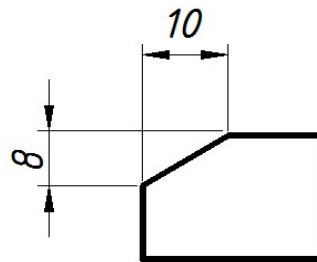
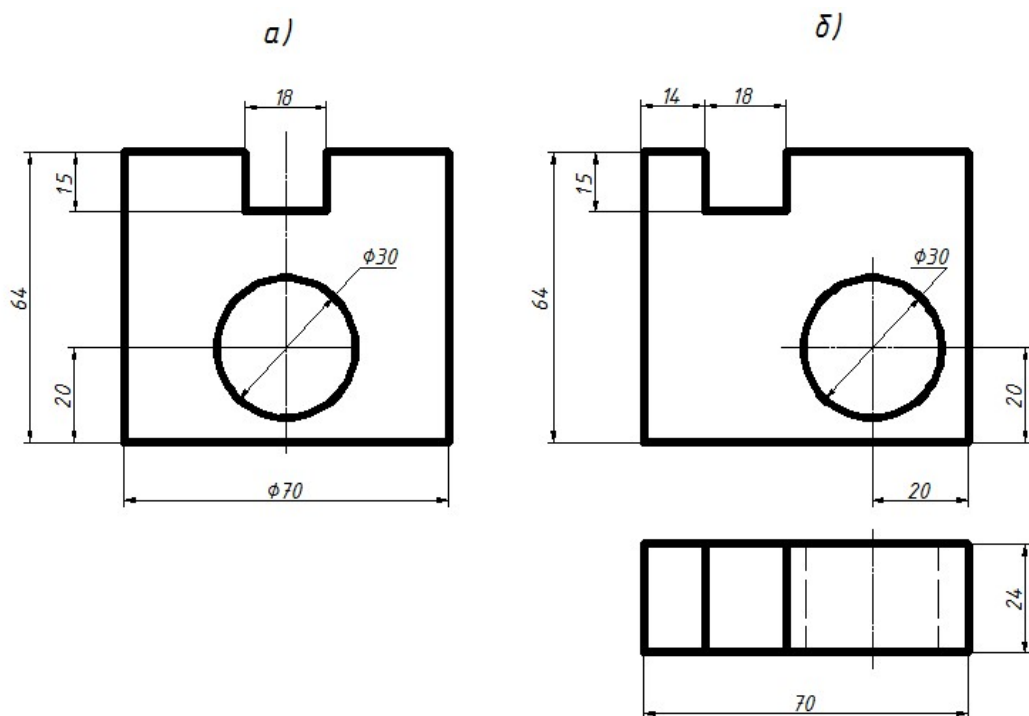

Рисунок 3. Особенности расположения размерных стрелок
Рисунок 4. Примеры для пояснения нанесения размеров
2. Дать пояснения почему выносятся в начале более мелкие размеры, а габаритные - в конце. Акцентировать внимание на запрет стандарта о пересечении выносных и размерных линий. Показать на примере как выносятся стрелки "враспор" и как они выносятся, если места для них внутри размерной линии нет или расстояние между ними слишком маленькое и они сливаются (рис. 3). На рисунке 4 а видно как наносятся размеры, когда у детали имеется ось симметрии и когда деталь не симметрична (рис. 4 б). Важно дать понятие "привязки к базе" (рис. 4 б), показав как привязывается паз и центр цилиндрического отверстия.
Важным будет пояснить почему деталь на рис. 4 а имеет один вид, главный, а деталь на рис. 4 б - имеет два вида. Усвоив это, студенты в последующем будут внимательны в выборе количества видов.